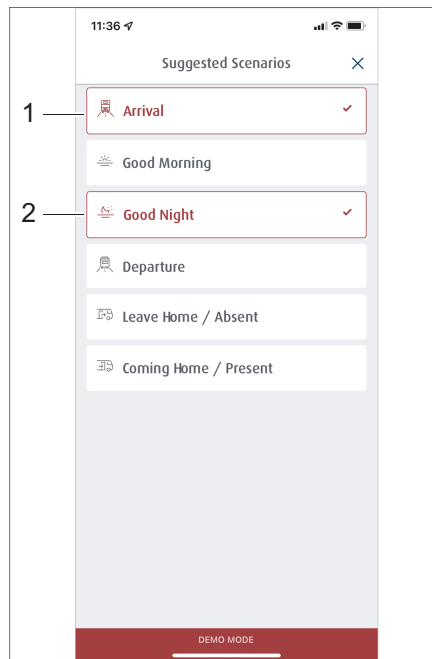

Fig. 281 Selección de escenarios preparados
- Presionar la tecla del escenario deseado, por ejemplo, *Llegada* (Fig. 281,1) y *Buenas noches* (Fig. 281,2).